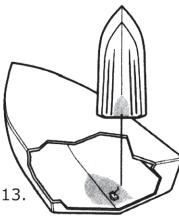

Рис. 13.
- Как правило, чем быстрее способна двигаться лодка, тем ближе к центральной линии надо прикреплять датчик, чтобы даже на высокой скорости это место лодки было в соприкосновении с водой (рис. 13).